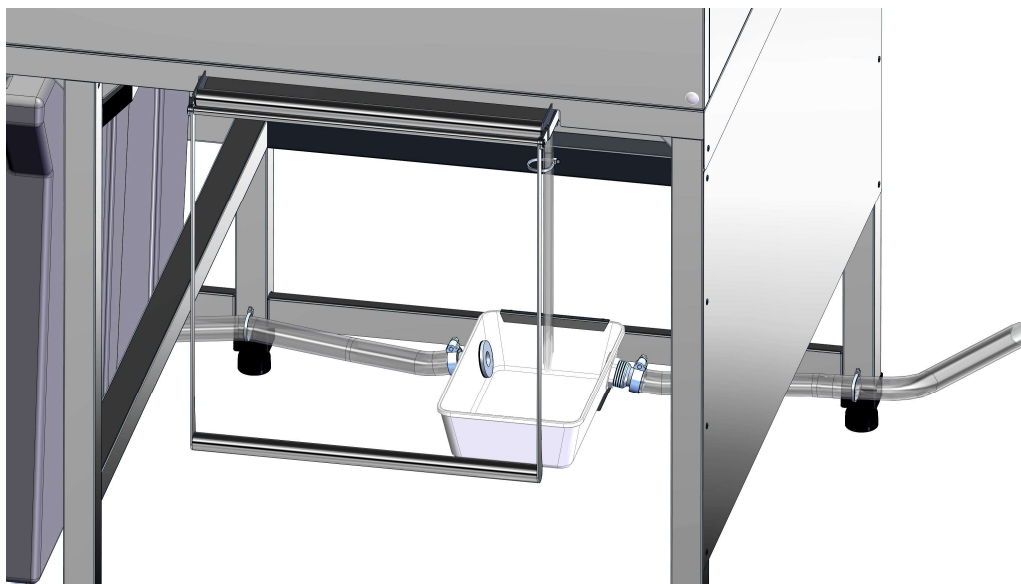

Рис. 3 Установка ванночки и расположение шлангов перелива
4.5 Установите ванночки слива бортиком в зажим и опустите на кронштейн (см. рис. 3), проложите шланги перелива и затяните их хомутами и стяжкой из комплекта поставки.